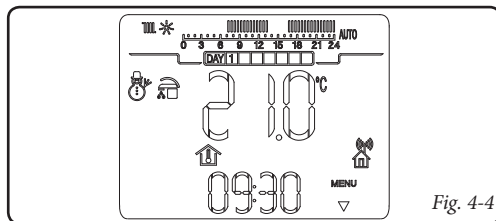

Fig. 4-4
- **Modalità inverno (❄).** In modalità inverno la caldaia è abilitata sia per la produzione di acqua calda sanitaria che per il riscaldamento ambienti. In inverno il CAR V2 può funzionare in modo automatico o manuale per la descrizione del funzionamento vedi capitolo 6. Sul display viene visualizzato il giorno e l'ora corrente, la temperatura ambiente e la barra oraria con la programmazione giornaliera del timer riscaldamento unitamente ai relativi simboli (fig. 4-4).